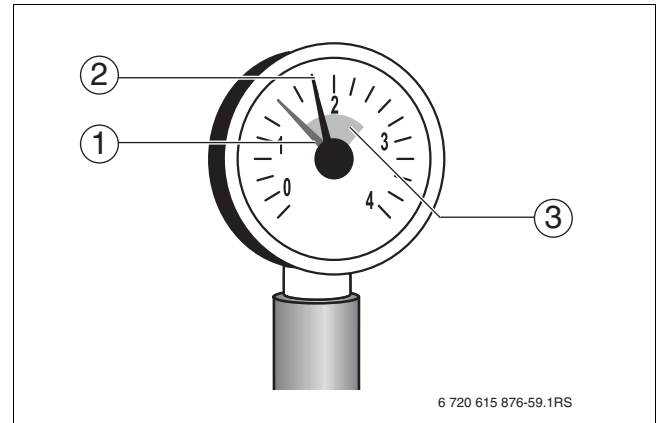

Fig. 59 Manometro per impianti chiusi
- Riempire lentamente l'impianto di riscaldamento. Durante questa operazione tenere sotto controllo l'indicatore della pressione (manometro) (→ fig. 59).